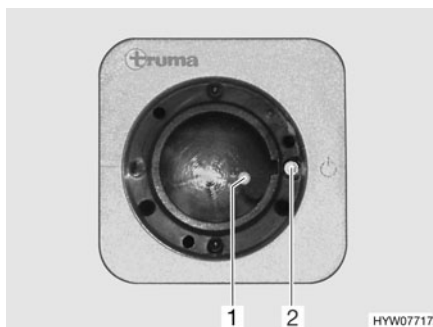
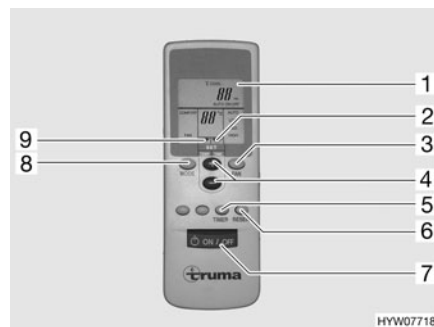

Fig. 172 Receptor
Fig. 173 Mando a distancia
- Conectar el mando a distancia por medio del interruptor (Fig. 173,7). La luz de control verde (Fig. 172,1) indica el funcionamiento de refrigeración.
- Ajustar el modo de funcionamiento deseado con la tecla (Fig. 173,8).
- De ser necesario, ajustar la potencia del ventilador y la temperatura ambiente deseadas con las teclas (Fig. 173,3 y 4). La flecha (Fig. 173,9) indica el modo de ajuste seleccionado.
- ▷ En el receptor se encuentra un pulsador interruptor adicional (Fig. 172,2) con el cual la instalación de aire acondicionado también se puede desconectar o conectar sin mando a distancia. En caso de que se conecte la instalación de aire acondicionado por medio de este pulsador interruptor, automáticamente se seleccionará el último modo de funcionamiento ajustado en el mando a distancia.
- Para la programación, conectar la instalación de aire acondicionado con la tecla (Fig. 173,7) del mando a distancia.
- Ajustar el modo de funcionamiento y la temperatura ambiente deseados con las teclas (Fig. 173,8, 3 y 4).
- Seleccionar la función deseada (Fig. 173,1) con la tecla (Fig. 173,5):
- Seleccionar el tiempo de conmutación deseado (de 1 a 15 horas) con las teclas (Fig. 173,4). La flecha (Fig. 173,2) parpadea e indica el modo de ajuste seleccionado.
- ▷ Con la tecla (Fig. 173,6) se realizan transmisiones repetidas de los ajustes del mando a distancia al emisor.